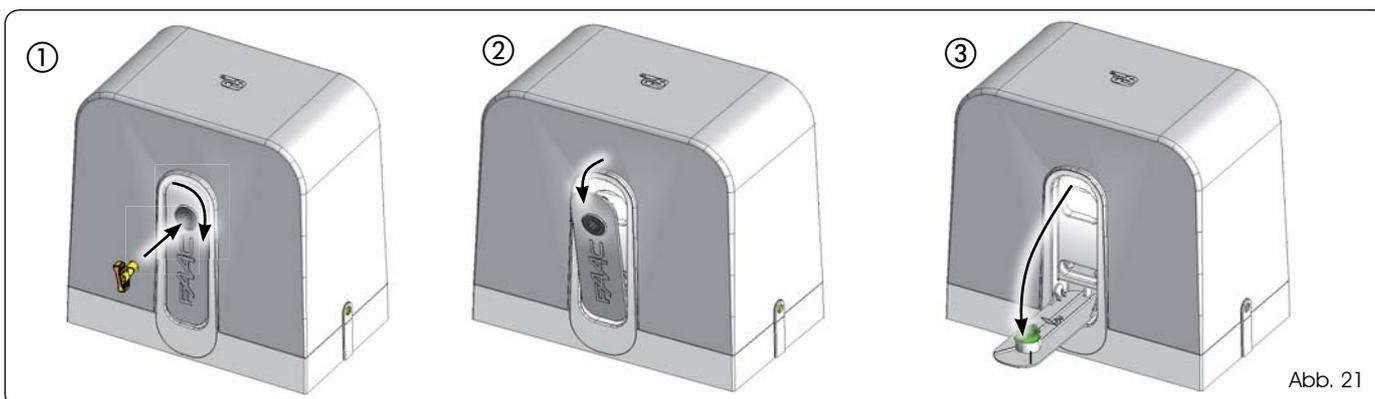

Abb. 21
1. Die Entriegelung gemäß Abb. 21 Bez. ① im Uhrzeigersinn drehen. Der Entriegelungshebel rückt leicht vom Körper des Antriebs ab (Abb. 21 Bez. ②).
2. Den Entriegelungshebel vollständig bis zum mechanischen Endanschlag absenken, Abb. 21 Bez. ③.